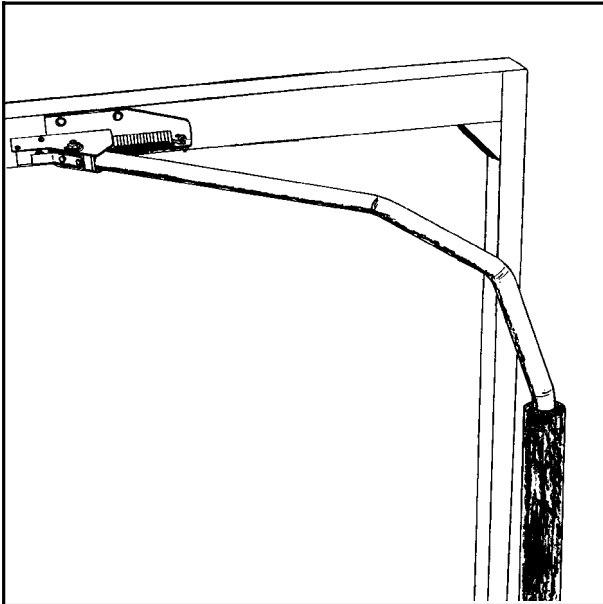

Bild 5-1
- 5.4 Der Notstop\* besteht aus einem Auslöserbügel, der einen kleinen elektrischen Schalter betätigt. (Siehe Abb. 5-1). Sobald der Stromkreis unterbrochen wird, wird der Ölstrom abgestellt und der Wickelarm hält an. Dieser Status ist daran zu erkennen, daß in der Steuerungseinheit drei Punkte angezeigt werden. (Siehe Kap. 7.1.1, Abschnitt e).